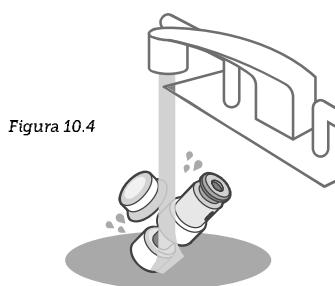

Figura 10.4
- c. Sciacquare entrambe le parti con acqua pulita e fissare nuovamente la valvola a galleggiante sul coperchio utilizzando il tappo in silicone della valvola a galleggiante. **[Figura 10.4]**